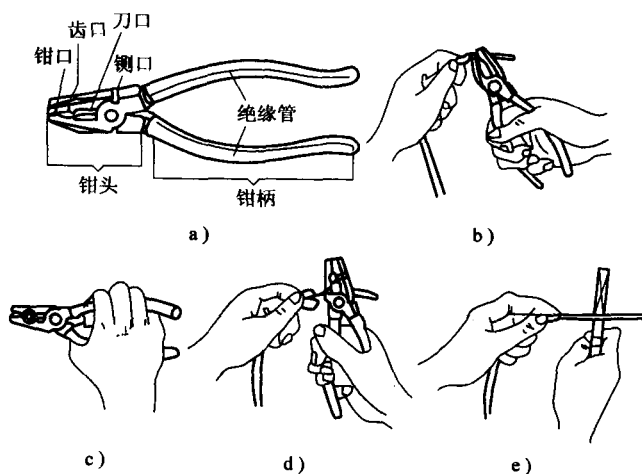

图1-7 电工钢丝钳的构造及用途
(1) 电工钢丝钳的构造和用途: 电工钢丝钳由钳头和钳柄两部分组成, 钳头由钳口、齿口、刀口和侧口4部分组成。钳口用来弯绞和钳夹导线线头; 齿口用来紧固或起松螺母; 刀口用来剪切导线或剖削软导线绝缘层; 侧口用来侧切电线线芯、钢丝或铅丝等较硬金属。其构造及用途如图1-7所示。
(2) 使用电工钢丝钳的安全知识